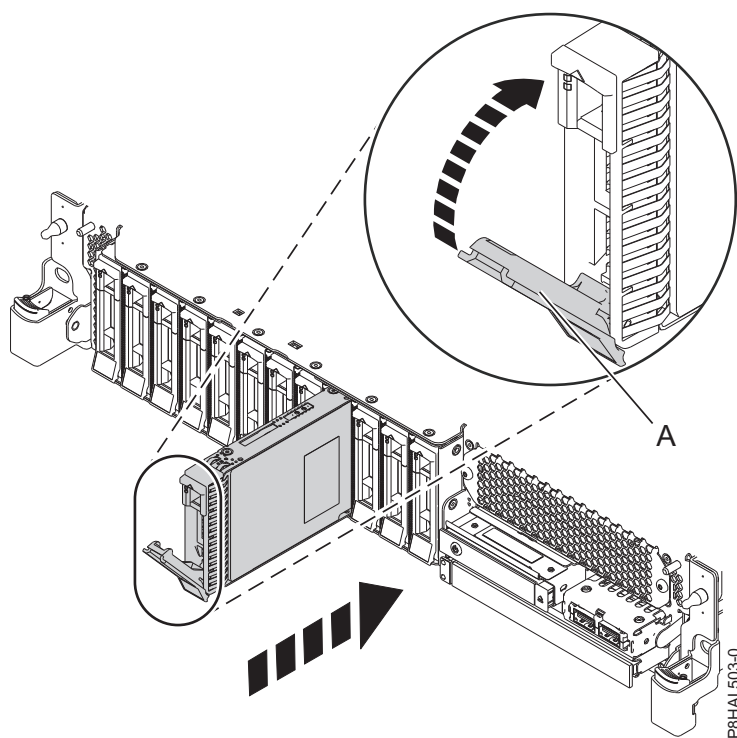
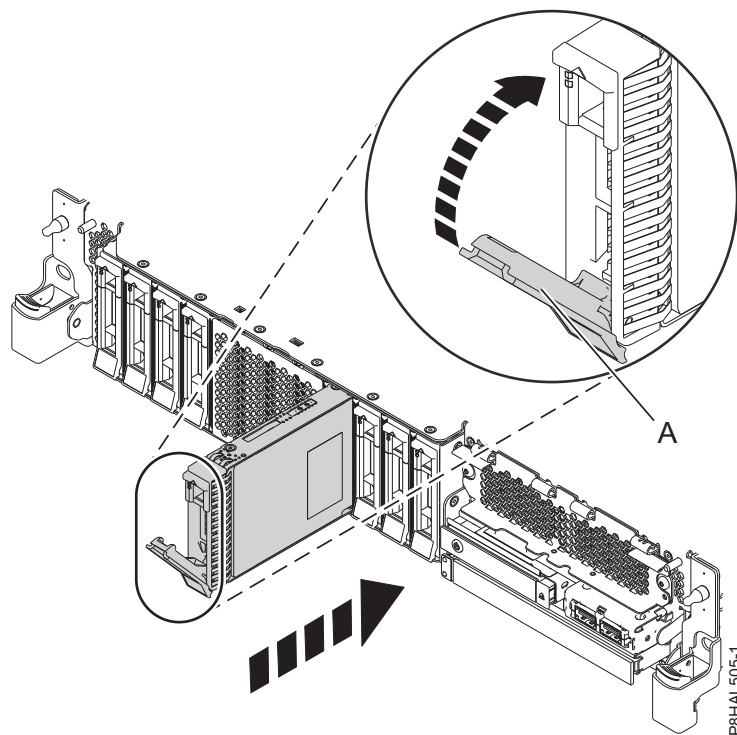

Figura 66. Substitució d'una unitat de disc d'un sistema de funció bàsica
Figura 67. Substitució d'una unitat de disc en un sistema de funció expandida
4. Desbloquegeu la nansa del compartiment d'unitats **(A)** prement-la i estirant-la cap a vosaltres. Si la nansa no s'estén del tot, la unitat no podrà lliscar en el sistema. Consulteu Figura 66 a la pàgina 69 i Figura 67 a la pàgina 69.
9. Quan el LED d'identificació es torni fix, moveu la unitat al fons del sistema i pressioneu la nansa de la unitat **(A)** fins que quedi bloquejada, tal com es mostra a Figura 66 a la pàgina 69 i Figura 67 a la pàgina 69.